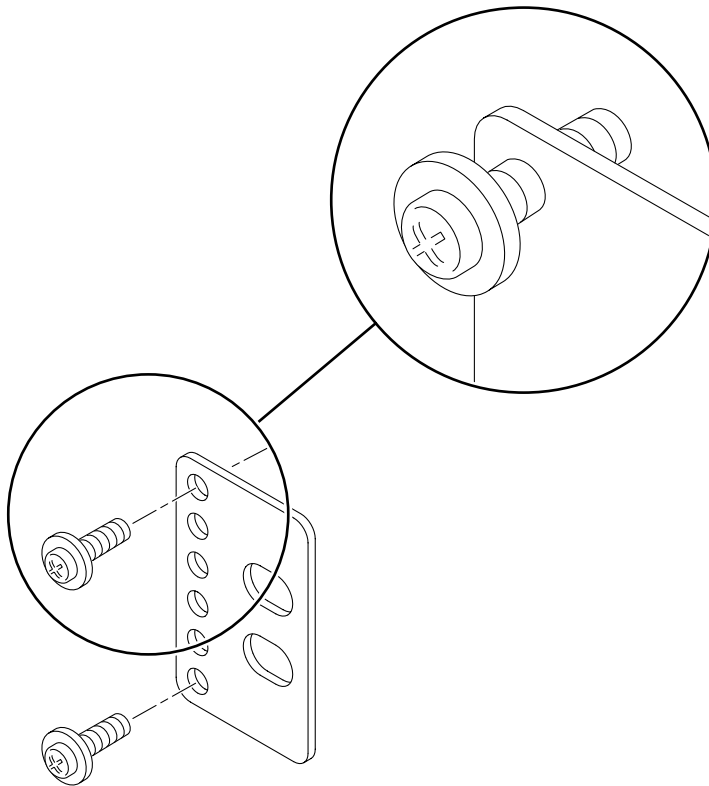

FIGURA 3-33 Instalación de los tornillos en la posición más holgada del bastidor en la placa trasera
- a. Coloque dos de los tornillos SEM M3 × 8 en cada placa posterior, sin apretar, en cualquiera de las tres posiciones de la placa trasera (FIGURA 3-33).
La posición varía según el grosor del raíl del bastidor. Por ejemplo, la FIGURA 3-33 muestra dónde colocar los tornillos en la posición más holgada del bastidor en la placa trasera.